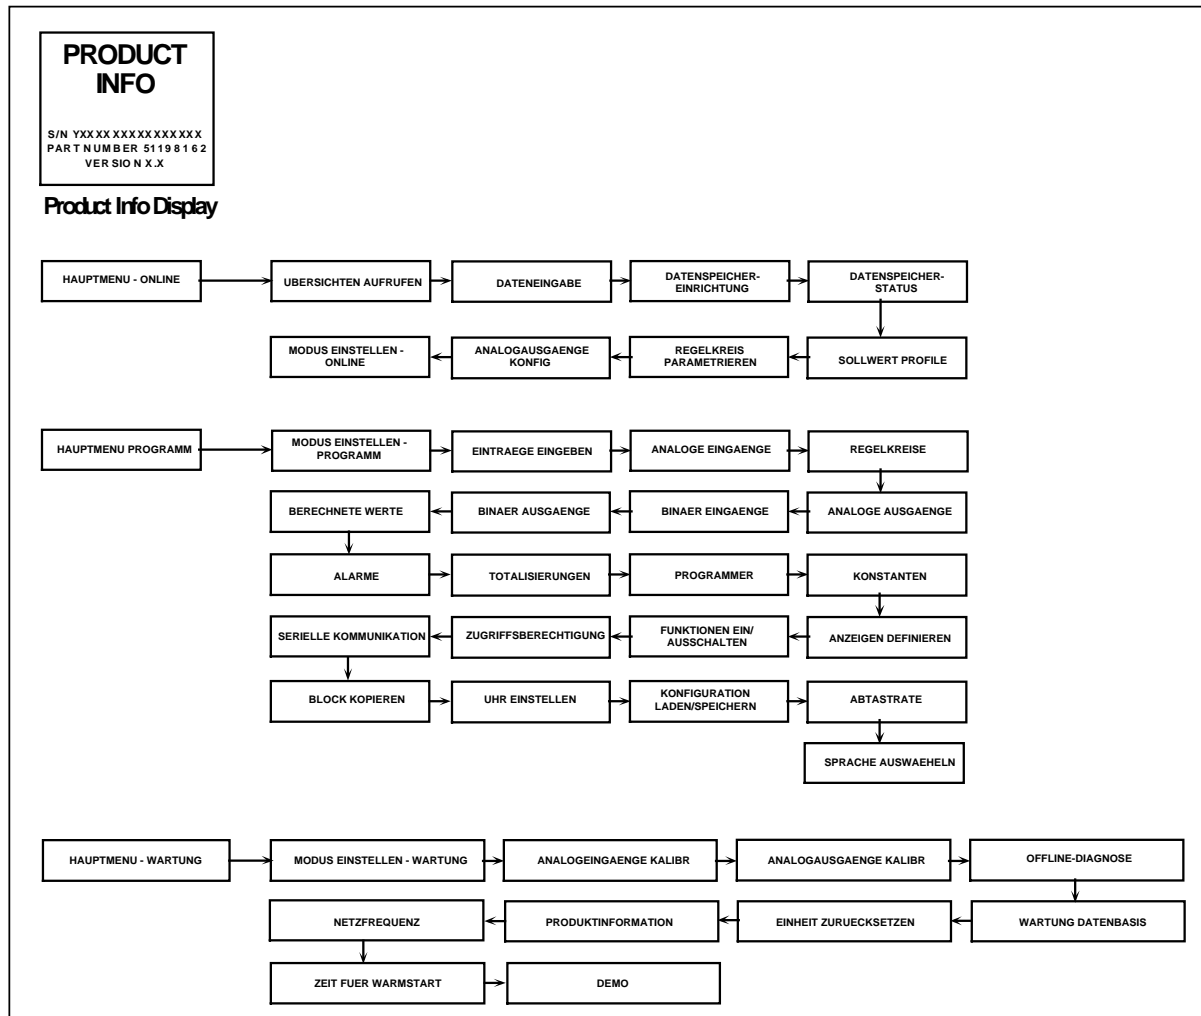
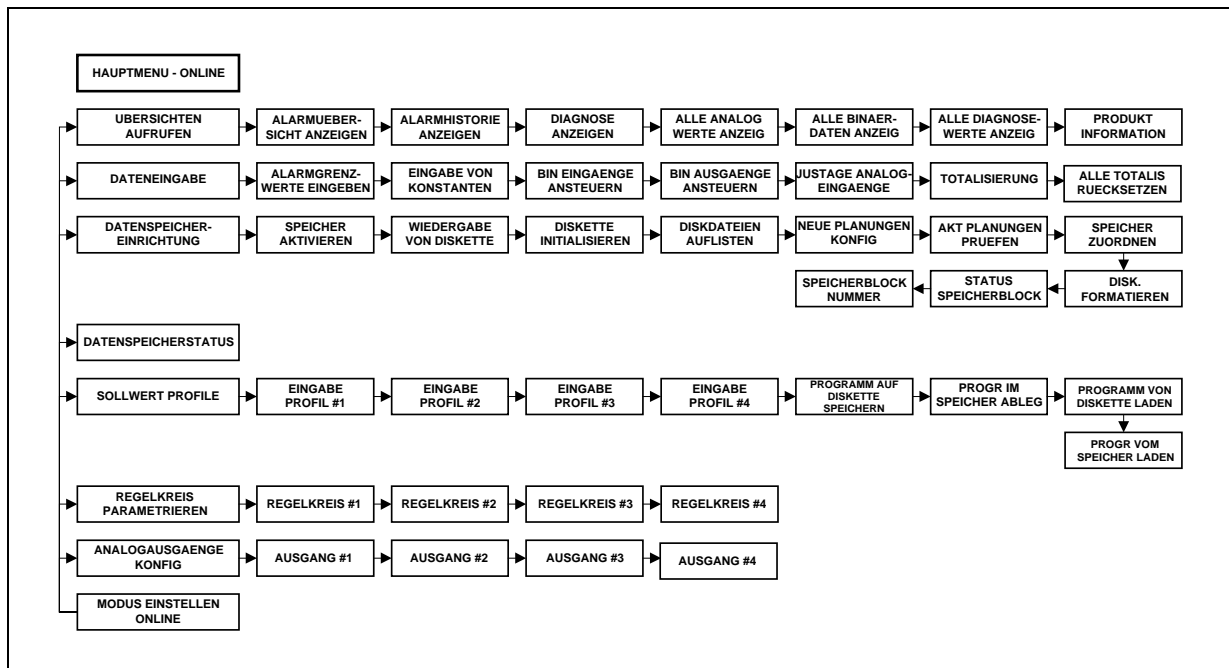
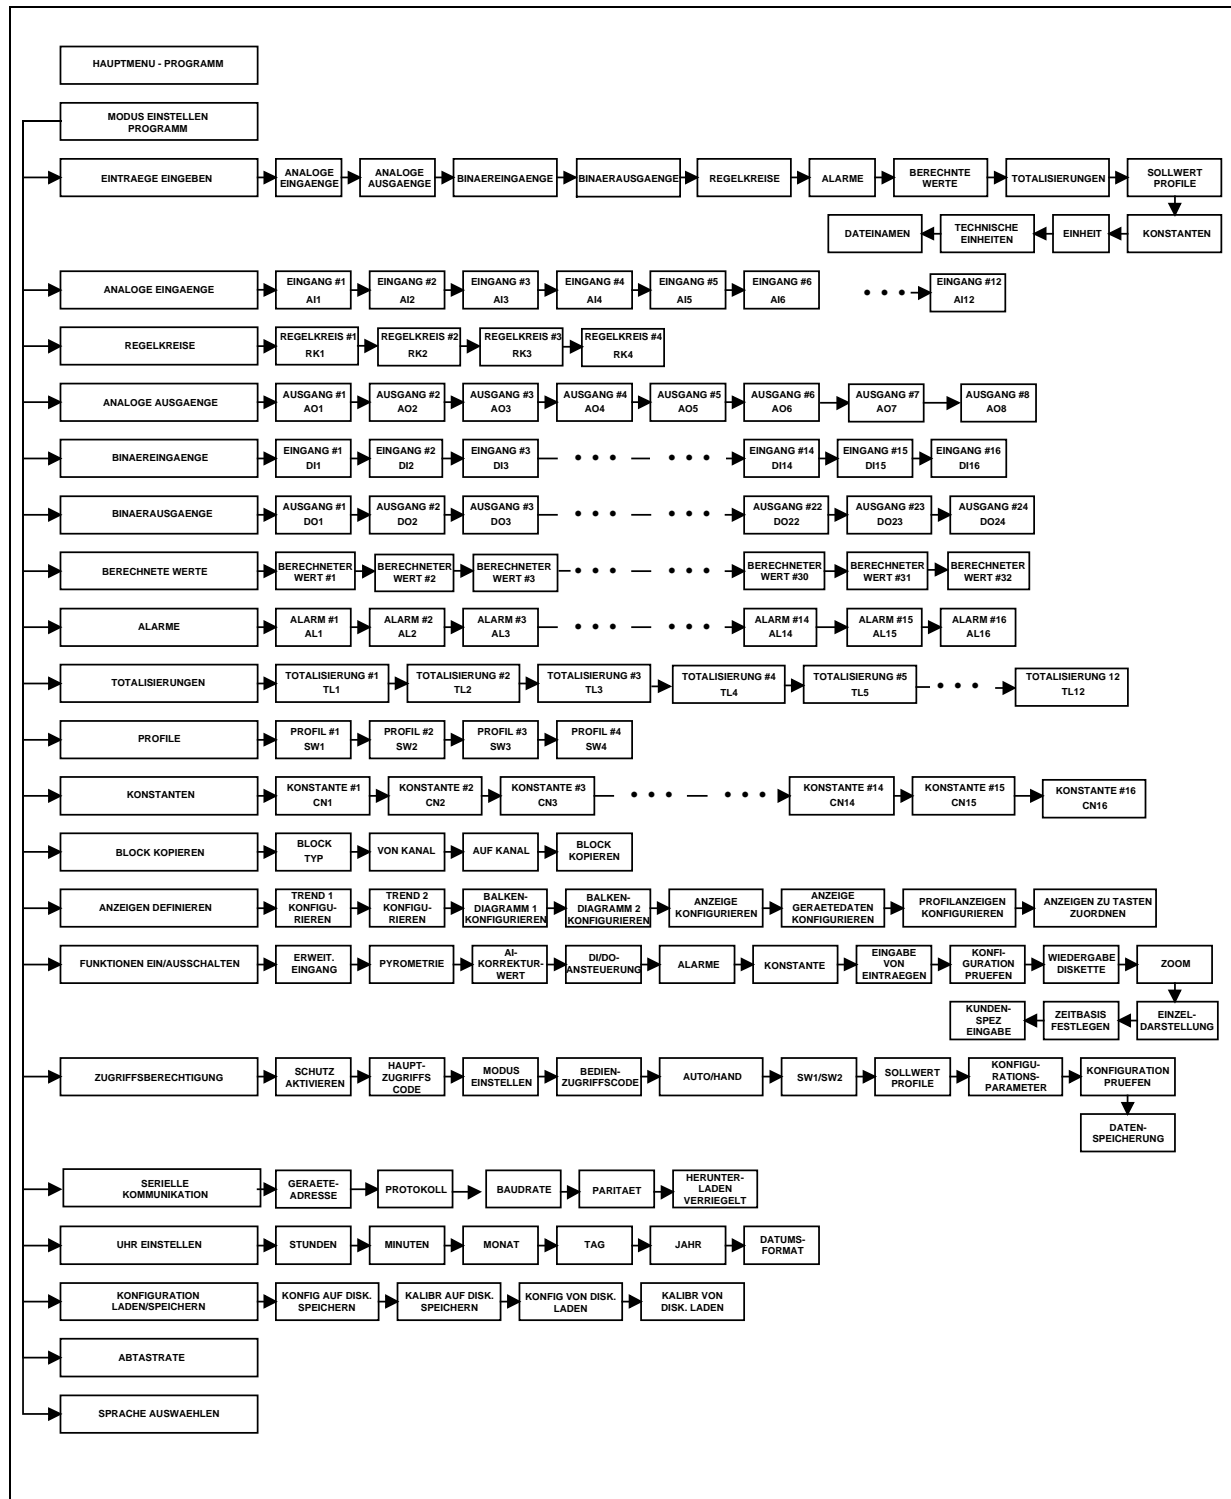
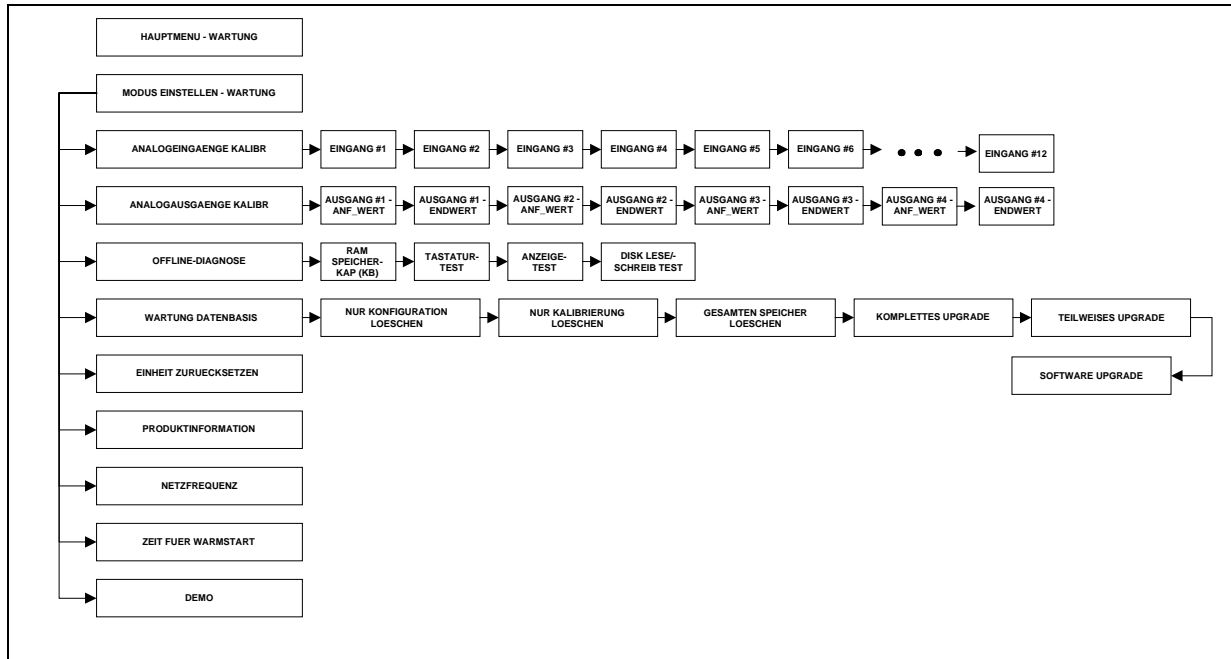

Abbildung 3-5 Navigation durch die HAUPTMENÜS der Modi ONLINE, PROGRAMM, und WARTUNG.
Abbildung 3-6 Modus ONLINE - HAUPTMENÜ
Abbildung 3-7 Modus PROGRAMM - HAUPTMENÜ
Abbildung 3-8 Modus WARTUNG - HAUPTMENÜ
1. Wenn Sie das Gerät zum ersten mal einschalten, erscheint zunächst die Logo-Anzeige. Drücken Sie mehrmals die Menütaste, bis das HAUPTMENÜ der Modi ONLINE, PROGRAMM oder WARTUNG angezeigt wird. Siehe Abbildung 3-5. Anmerkung: Die Menüs werden hier mit allen möglichen Optionen angezeigt, Ihr Menü kann weniger umfangreich sein.
2. Wenn Sie einmal festgestellt haben, in welchem HAUPTMENÜ Sie sich befinden, verwenden Sie die Pfeiltasten, um wie in Abbildung 3-5 gezeigt den Inhalt des jeweiligen HAUPTMENÜS zu prüfen.
6. Wenn Sie sich in dem mit Schritt 5 gewählten Modus befinden, scrollen Sie mit Hilfe der Aufwärts- und Abwärtspfeiltasten durch das HAUPTMENÜ dieses Modus. Prüfen Sie alle Menüs wie in Abbildung 3-5 angegeben.
Verwenden Sie nun die gleichen Tasten, um die Untermenüs der Modi ONLINE, PROGRAMM und WARTUNG zu prüfen, die in Abbildung 3-6, Abbildung 3-7 und in Abbildung 3-8 im Detail gezeigt werden. Die abgebildeten Untermenüs zeigen jeweils nur die erste Ebene unterhalb des HAUPTMENÜS eines jeden Modus. Außer diesen gibt es unterhalb dieser Ebene noch mehrere andere Untermenüs, die hier nicht gezeigt werden. Allgemein gilt, daß Sie von jedem Untermenü aus durch das Drücken der Menütaste zur nächsthöheren Menüebene gelangen, gleichgültig, auf welcher Ebene Sie sich gerade befinden. Falls Sie sich einmal im Untermenü eines Modus "verlieren", halten Sie die Menütaste so lange gedrückt, bis am Bildschirm wieder die Modi ONLINE, PROGRAMM und WARTUNG angezeigt werden.
Beachten Sie, daß Abbildung 3-5 bis Abbildung 3-8 nur grobe "Landkarten" für die Navigation innerhalb der drei Programmiermodi darstellen. Die Abschnitte 4 bis 8 dieses Handbuches enthalten genaue Beschreibungen jeder einzelnen Menüauswahl und vollständige Führer durch alle Untermenüs, die sich noch unterhalb der in diesen Abbildungen gezeigten Ebenen befinden.